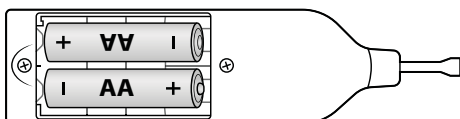

Fig. 1
- ◆ Åbn batterirummet ❹ på bagsiden af vokssmelteren ❶.
- ◆ Læg batterierne i vokssmelteren ❶ som markeret i batterirummet ❹ (se fig. 1).
- ◆ Luk batterirummet ❹ igen.